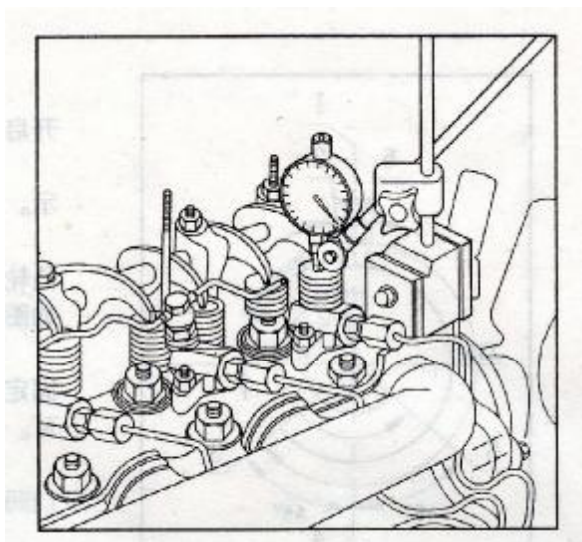

Рис. 3-5 Проверка угла фазы газораспределения
- (1) Проверните маховик против часовой стрелки, пока не начнется инжекция/впрыск топлива в цилиндр 4.
- (2) Поместите на головку цилиндра измерительный прибор; его шуп должен касаться верхнего гнезда пружины впускного клапана; надавите на прибор, как показано на Рис. 3-5.